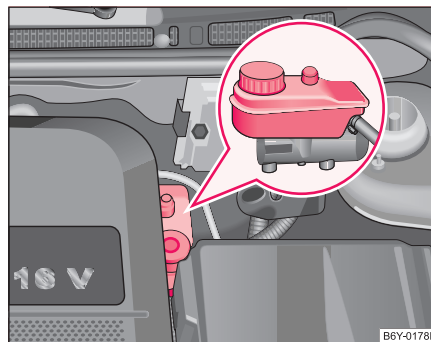

Fig. 130 Vano motor:
- Verifique el nivel de líquido de frenos en el depósito ⇒ fig. 130. El nivel debe encontrarse entre las marcas de “MÍN.” y “MÁX.”.